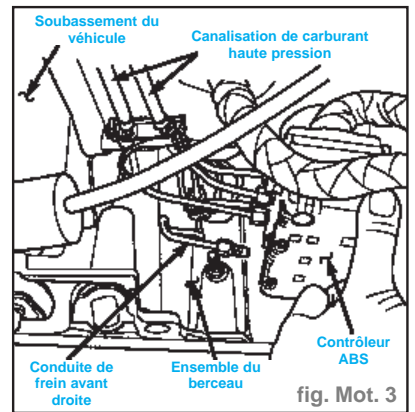

fig. Mot. 3
- Déposer la conduite de frein avant droite du contrôleur et la soutenir avec un câble d'atelier (fig. Mot. 3).